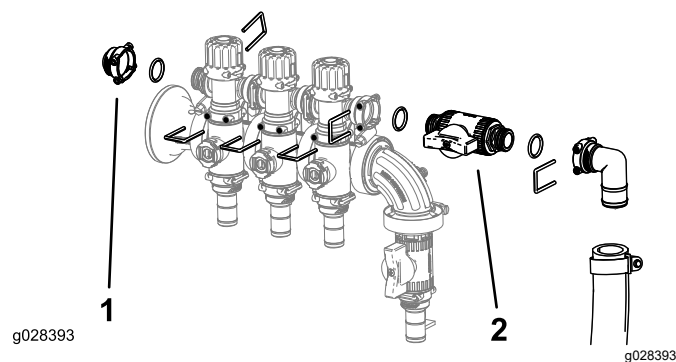

Figure 12
7. Montez le bloc de vannes de dérivation de la rampe, le bouchon femelle, les joints toriques, la vanne de coupure et l'ensemble raccord et flexible au moyen des étriers de fixation retirés précédemment, comme montré à la Figure 12.